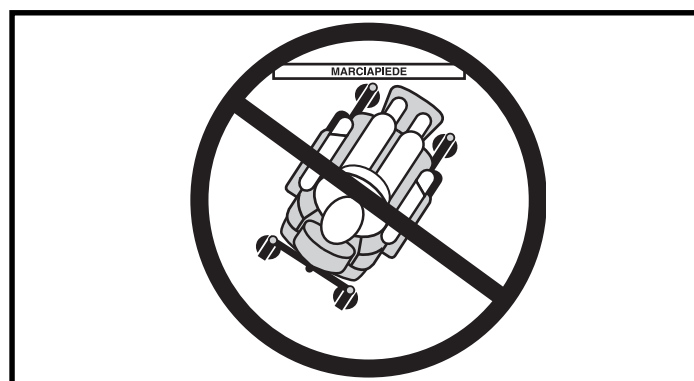

Figura 3. Approccio al marciapiede (scorretto)
- Ruotare entrambe le ruotine direzionali verso la direzione di trasferimento per migliorare la stabilità della Carrozzina durante il trasferimento. Vedere figura 3.